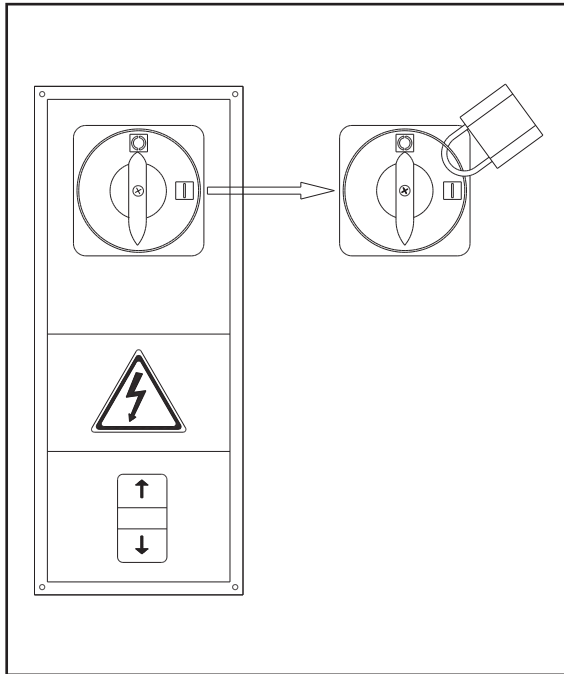

Fig.62 - Abb.62
- l'interruttore generale sul quadro deve essere bloccato **IN POSIZIONE "0"** mediante un **LUCCHETTO** (Fig.62).
- the master switch on the panel must be locked to **POSITION "0"** with a **LOCKOUT** (Fig.62).
- l'interrupteur général du coffret de commande doit être bloqué **EN POSITION "0"** au moyen d'un **CADENAS** (fig. 62)
- Der Hauptschalter der Steuertafel muß **mittels eines SCHLOSSES auf 0** blockiert werden (Abb.62).
- interruptor general del cuadro de mandos debe estar bloqueado **EN LA POSICIÓN "0"** mediante un **CANDADO** (Fig. 62).